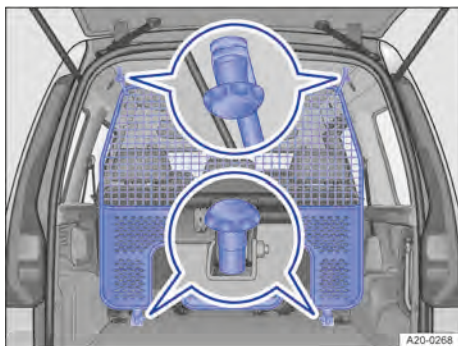

Fig. 153 Dans le compartiment de charge : grille de séparation derrière la deuxième rangée de sièges
3. Vissez la grille de séparation aux points de fixation arrière intégrés au pavillon → fig. 153.
4. Vissez la grille de séparation aux points d'ancrage inférieurs → fig. 153.
3. Vissez fermement la grille de séparation aux points de fixation avant intégrés au pavillon → fig. 153.
1. Dévissez la grille de séparation des points d'ancrage inférieurs → fig. 153.
2. Dévissez la grille de séparation des logements intégrés au pavillon → fig. 153.